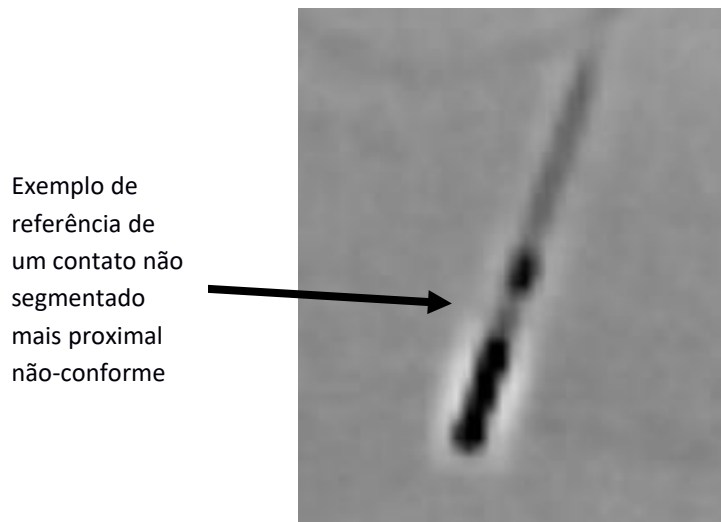

Figura 5: Raio X de escanograma da Tomografia Computadorizada (TC) pós-operatória
A Figura 5 mostra um raio X de escanograma da Tomografia Computadorizada (TC) pós-operatória